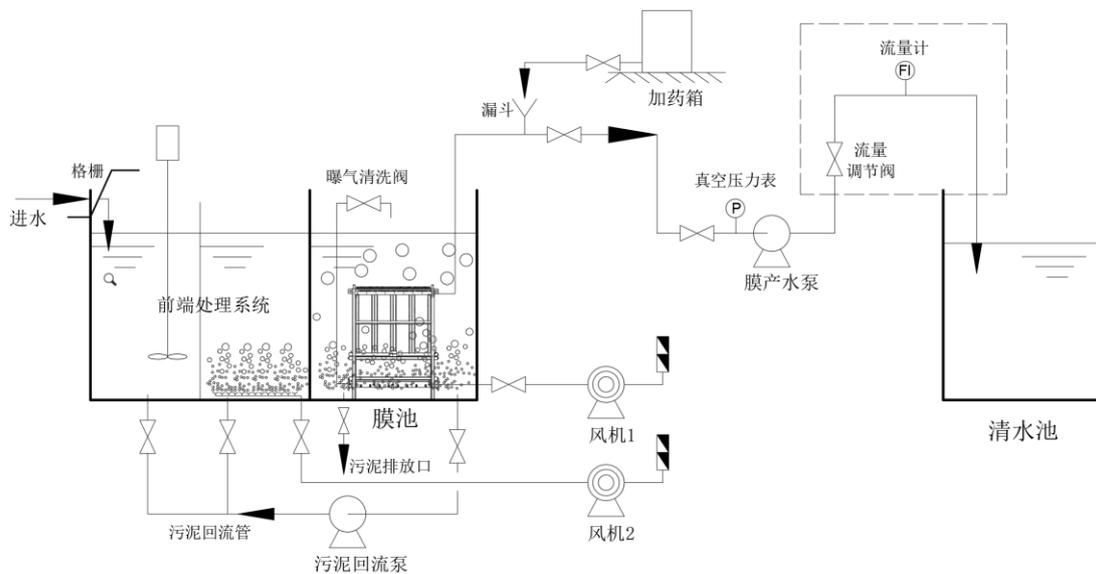

图 14 MBR 工艺流程图
9.2 产水排出系统：该系统至少应包括膜产水泵、压力表、流量计、流量调节阀等。压力表应安装在膜产水泵的抽吸侧，压力表的安装高度高于液位时，选用真空表；不能确定安装高度时，选用压力真空表；流量计及流量调节阀安装在膜产水泵的出水口侧（如图 14 虚框所示）。